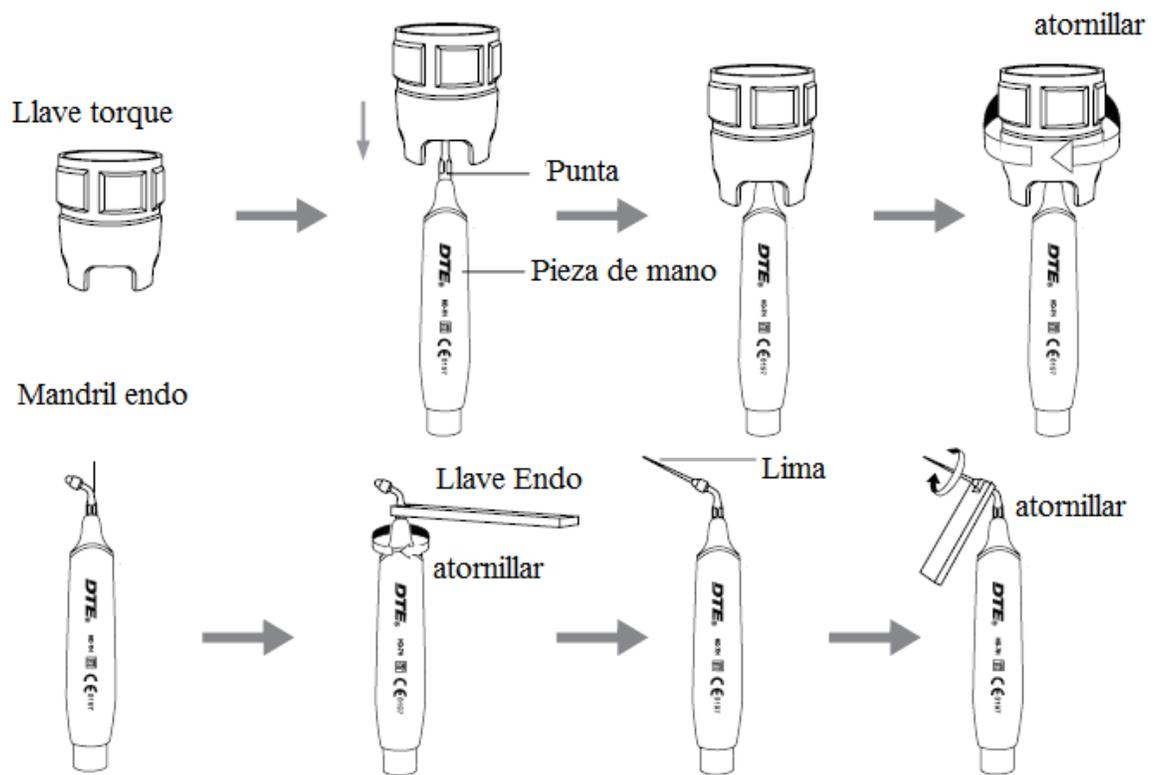

Figura 5
e) La figura 5 muestra un mapa guía sobre cómo instalar la punta y mandril con llave.
- h) Elija una punta adecuada a sus necesidades, atornille a la pieza de mano y apriete mediante la llave de torque (figura 5).
2.1.3 Instrucciones para el uso de la llave de torque (mostrada en figura 5).
- (1) Coloque la punta del escariador en la llave torque, opere como se muestra en la figura 5
- (2) Instalación de punta: sostenga la pieza de mano, gire la punta hacia la dirección que se muestra en la figura 5 con la llave torque. Gire un poco más cuando la punta se detenga, de esta manera la punta quedará instalada
- (3) Desinstalación de la punta: Sostenga la pieza de mano, gire la llave en contra de las manecillas del reloj.
- (4) Esterilice después de cada tratamiento.
- (5) la llave torque debe enfriarse naturalmente después de esterilizarse para evitar escaldado cuando se use la próxima vez.
- (6) Mantenga la llave torque en un lugar limpio, seco y ventilado y manténgala limpia.
- a) Fije el mandril a la pieza de mano mediante la llave endo. (Ver figura 5)
La punta está floja debido a la vibración	Atornille la punta adecuadamente (como se muestra en la figura 5)